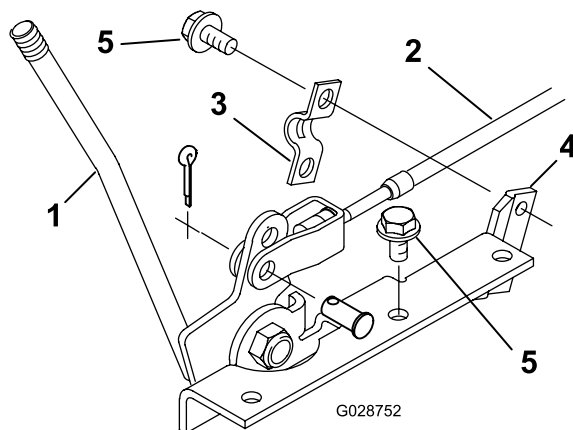

Рисунок 13
3. Подсоедините вилку троса механизма отбора мощности к нижнему отверстию рычага механизма отбора мощности с помощью штифта с отверстием и шплинта (Рисунок 13).
4. Прикрепите трос механизма отбора мощности к опоре рычага механизма отбора мощности с помощью зажима и двух самонарезающих винтов (Рисунок 13).